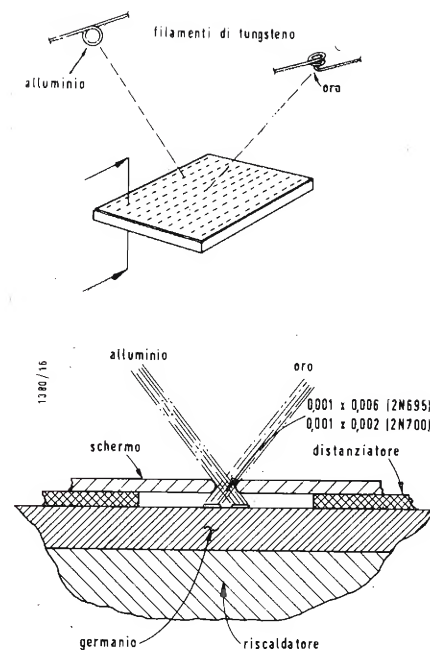

Fig. 4 - Rappresentazione schematica del processo di evaporazione.
- 3) Evaporazione e lega dei contatti della base e della regione di emettitore di tipo P (vedi anche fig. 4)